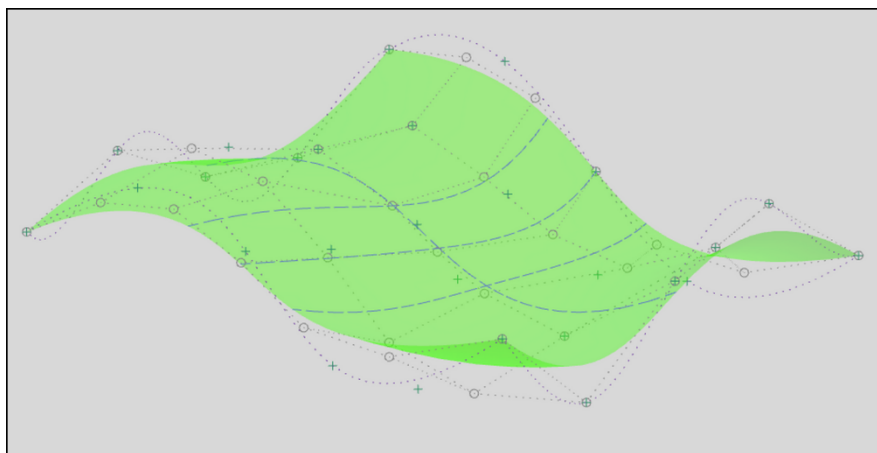

Рис. 1.11. Поверхность свободной формы, созданная с помощью опции **По полюсам**
- после активации опции **Нет** в графическом окне создается поверхность свободной формы (рис. 1.11).